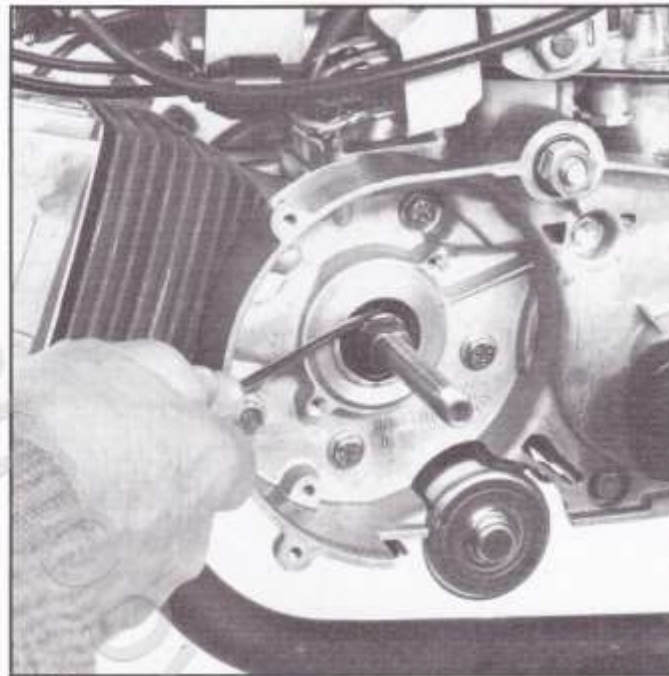

Fig. 47
- Avec un tournevis, extraire le joint défectueux (fig. 47).